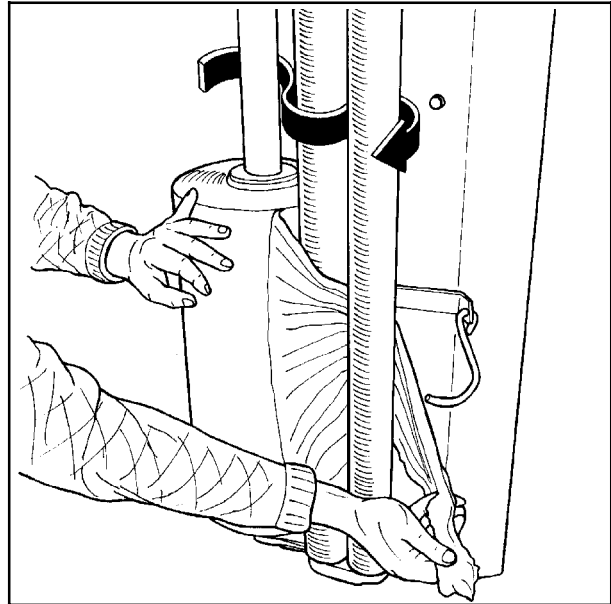

Fig. 6-2
- 6.3 Tre plasten mellom rullene på forstrekkeren etter pilens retning. (Se fig. 6-2). (Se også skilt som er påsatt sveivarmen).